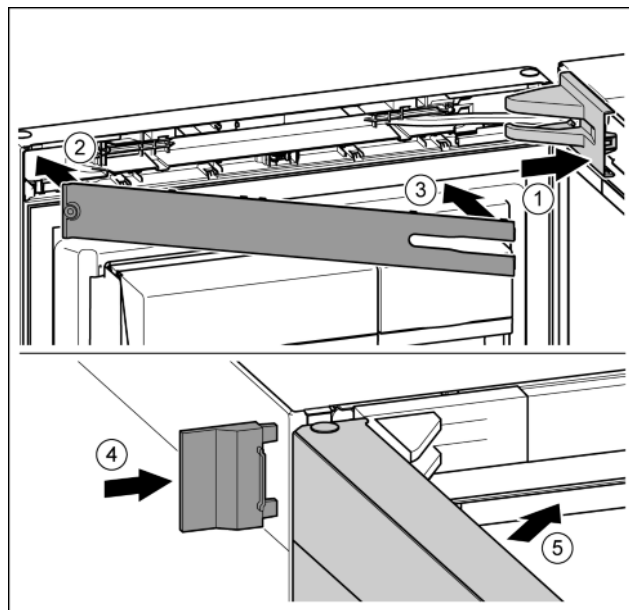

Fig. 23
- ▶ Założyć osłonę płytki zawiasu i zazębnić, ew. ostrożnie odsunąć. Fig. 23 (1)
- ▶ Założyć zaślepkę. Fig. 23 (2)
- ▶ Przechylić i zazębnić zaślepkę. Fig. 23 (3)
- ▶ Wsunąć zewnętrzną osłonę. Fig. 23 (4)
- ▶ Zamknąć górne drzwi. Fig. 23 (5)